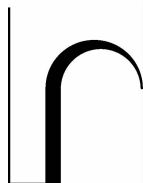

图 4-22 绘制圆弧
(3)绘制半径为 5 mm 的圆弧,设置起点线宽为 1,终点线宽为 0,如图 4-22 所示。